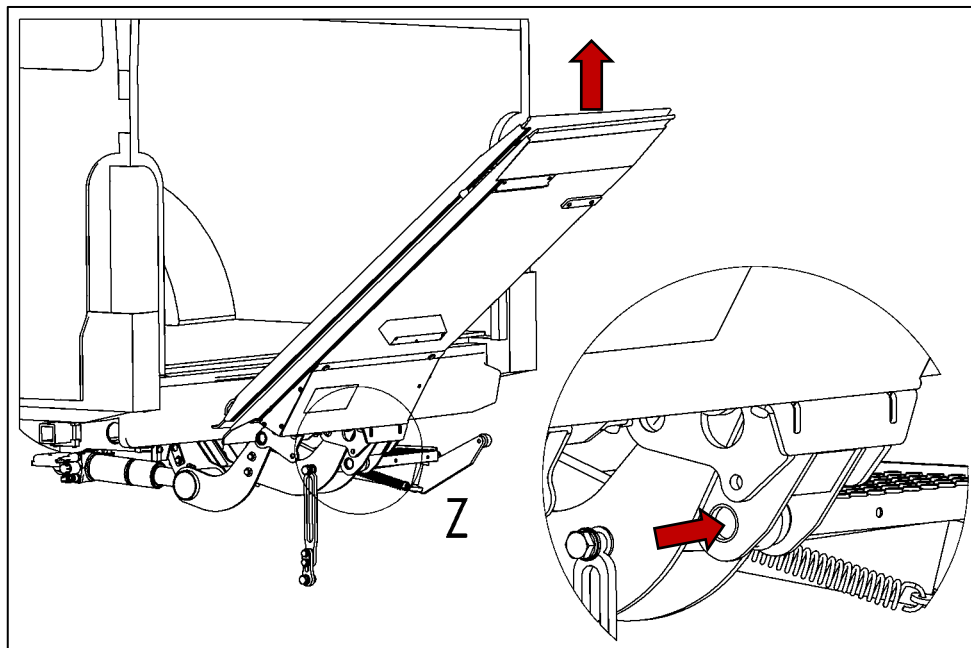

Abbildung 67
- Plattform an der Spitze anheben, so dass die Schließstangen-Lagerstelle (Aufnahme an der Schließstange) mit der Klappenlagerstelle (untere Aufnahme an der Plattform) übereinstimmt (siehe Abbildung 67).